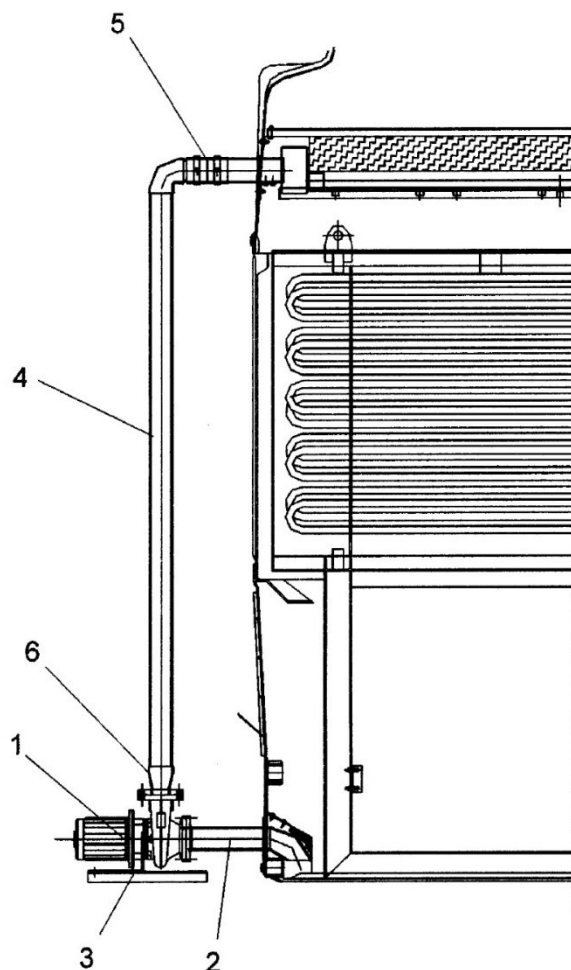

Fig. 9
For the installation of the impulse pump the following elements must be available: (Fig.9):
1. Connect the pump and motor set (fig 9/1) to the suction pipe (fig 9/2) with its flange and support the assembly on the bedplate (fig 9/3).
2. Insert the impulse pipe (fig 9/4) in the sleeve (fig 9/5).
4. Connect the impulse pipe with reduction to the flange in preassembly (fig 9/6).
Pour l'installation de la pompe on doit disposer les éléments suivants (fig 9):
1. Fixer la motopompe (fig. 9/1) au tuyau d'aspiration (fig. 9/2) avec sa bride et appuyer sur le bâti (fig. 9/3).
2. Insérer le tuyau de refoulement (fig. 9/4) dans le manchon (fig. 9/5).
Para la instalación de la bomba de impulsión se deben disponer los siguientes elementos (fig. 9):
1. Fijar la motobomba (fig. 9/1) al tubo de aspiración (fig. 9/2) con su brida y apoyar sobre la bancada (fig. 9/3).
2. Insertar el tubo de impulsión (fig. 9/4) en el manguito (fig. 9/5).
4. Unir el tubo de impulsión con reducción a la brida en pre montaje (fig. 9/6).